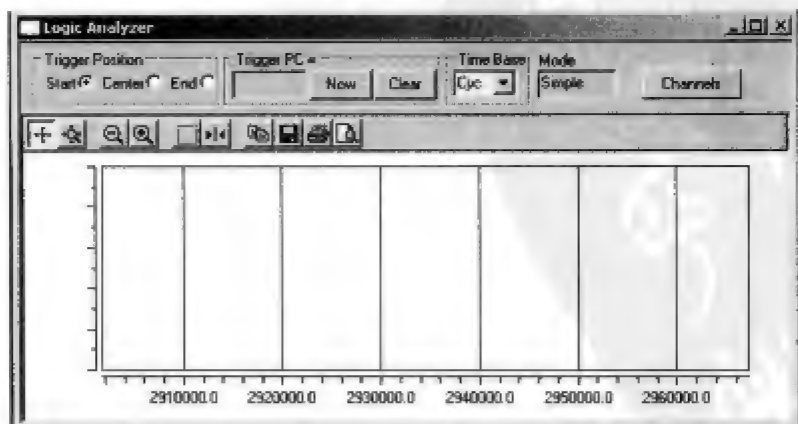

图 2-3 MPLAB SIM 逻辑分析仪窗口
(1) 选择 Debug | Settings 对话框,然后选择 Osc/Trace 选项卡。
(2) 在跟踪选项部分,请选择 Trace All 选择框。
(3) 通过菜单 View | Simulator Logic Analyzer 打开 Analyzer 窗口(见图 2-3)。